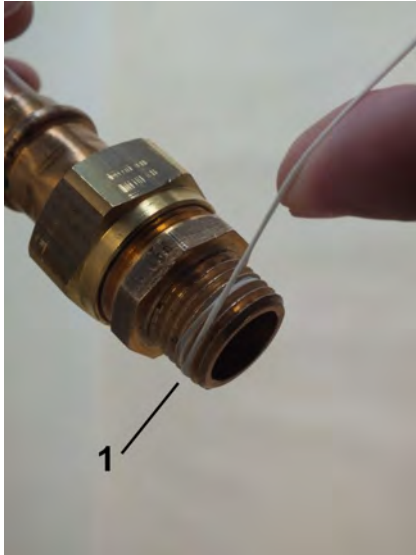

Abb. 9: Dichtfaden aufbringen
2. Dichtfaden (Abb. 9/1) in Gewin-